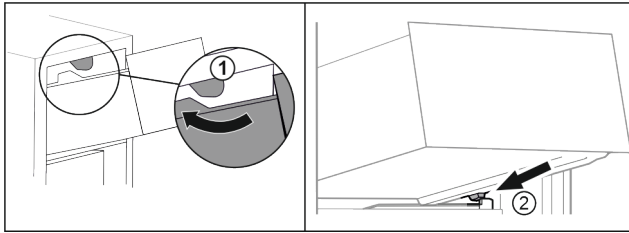

Fig. 112
- Schubfach um die oberen Stopper herumführen. Fig. 112 (1)
- Schubfach schräg hinter den unteren Stoppern auf Behälterrippe aufsetzen. Fig. 112 (2)